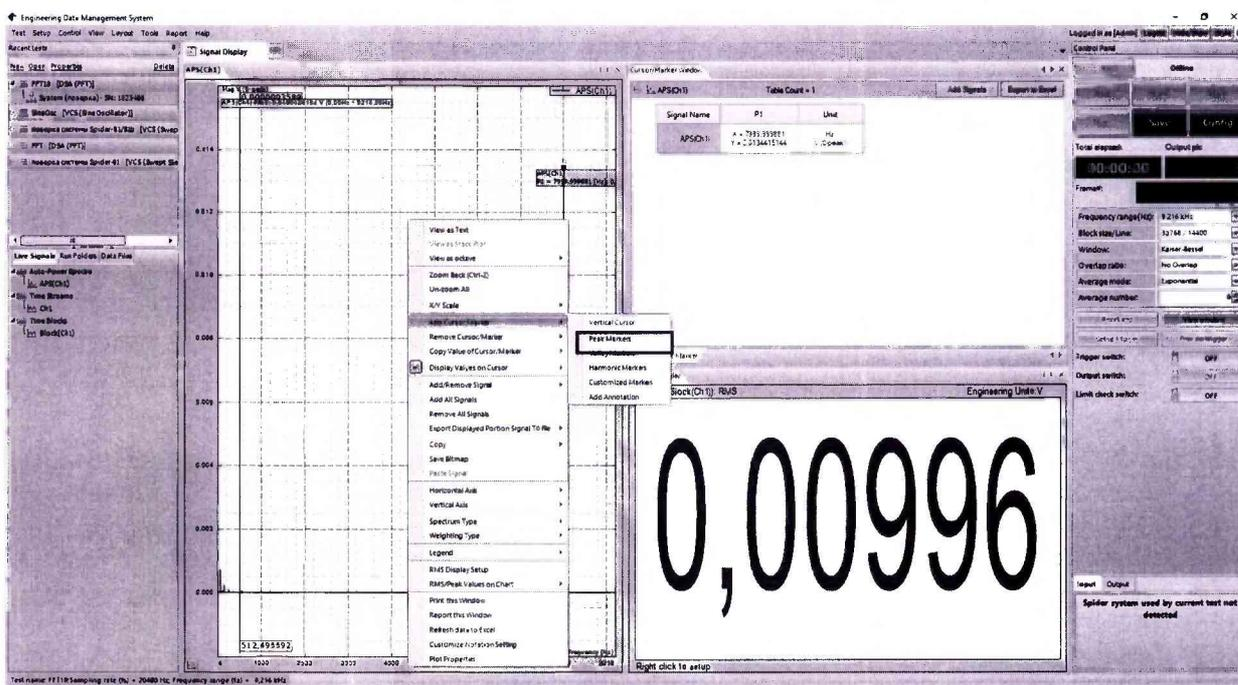

Рисунок 7
- в окне спектра APS включить режим пикового маркера (рисунок 7);